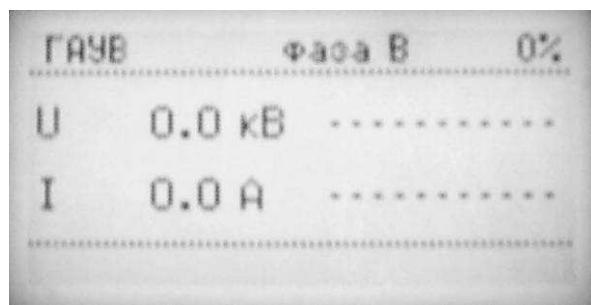

Рис.6.
6.5.8. Нажать кнопку блока управления «ВЫПОЛНИТЬ», при этом включится сирена (на 1-2с.) После чего на экране БУ появится сообщение «ВЫБЕРИТЕ ФАЗУ» (См. рис.6.) Фазу выбирать нажатием кнопки, расположенной под соответствующей надписью «A», «B» или «C».
6.5.9. После выбора фазы на экране БУ появится заставка режима «ГАУВ автомат» (рис.6)
6.6.6. Нажимая кнопки «▲» или «▼» БУ выбрать строку меню «ВНЕШНИЕ ИЗМЕРЕНИЯ ». Нажать кнопку блока управления «ВЫПОЛНИТЬ», при этом включится сирена (на 1-2с.), красный сигнальный светильник. После чего на экране БУ появится сообщение «ВЫБЕРИТЕ ФАЗУ» (См. рис.6.) Фазу выбирать нажатием кнопки, расположенной под соответствующей надписью «А», «В» или «С». В этом режиме можно выбрать любые фазы.